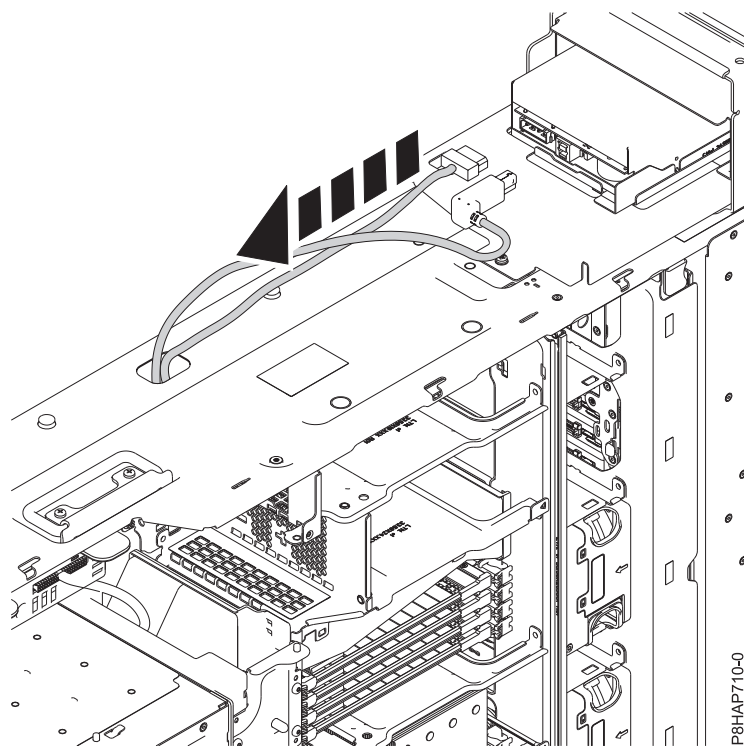

Figura 65. Desconexión de los cables USB y de la fuente de alimentación de la estación de acoplamiento RDX interna (FC EUA3)
2. Desconecte el cable de la fuente de alimentación de la parte posterior de la estación de acoplamiento RDX interna (FC EUA3). Consulte la Figura 65.